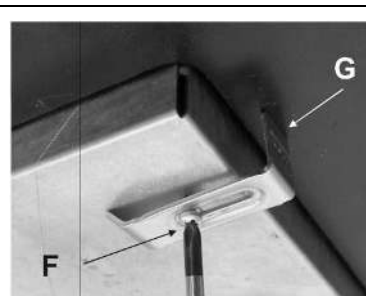

FIG. 10
- Il faut installer la plaque de cuisson dans l'orifice, coupée dans le meuble, et la bloquer avec les vis « F » des crochets de fixation « G » (voir la fig.10).